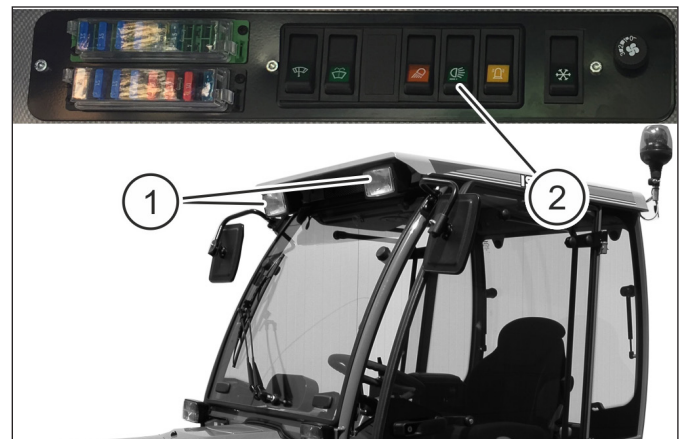

ABB. 14
ABB. 14: Optional werden oben im Kabinendach vorne zwei Zusatzhauptscheinwerfer montiert. Durch den Anbau von Frontanbaugeräten kann das untere Scheinwerferpaar abgedeckt werden, in diesem Fall wird auf das obere Scheinwerferpaar durch Betätigung des Schalters (2) umgeschaltet.